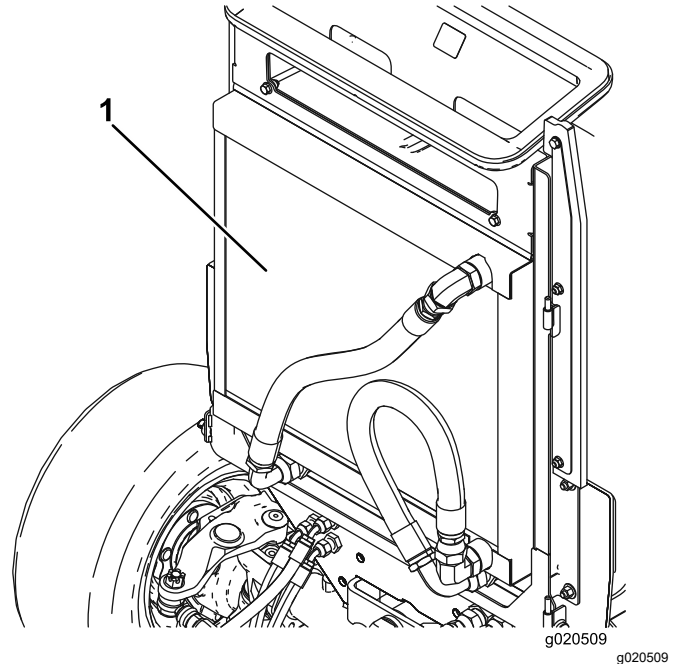

Figura 118
5. Limpie a fondo ambos lados del enfriador de aceite y del radiador con aire comprimido (Figura 118).